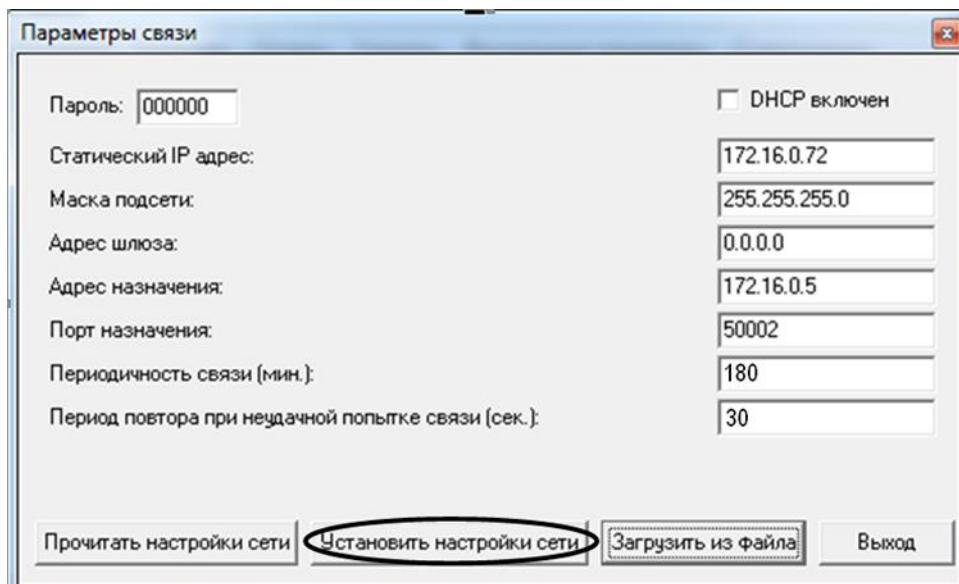

Рисунок 33
6.1.8 У вікні «Параметри связи» з'являться дані із файлу з налаштуваннями (рисунок 33). Для завантаження налаштувань до реєстратора натиснути кнопку «Установить настройки сети».